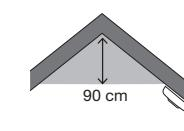

FIGUR 2. Flervänings bostad
**Flervänings bostad:** För att få ett minimiskydd, placera ett larm i trapphuset (entréplan) och ytterligare ett larm ovanför överväningens trappavsvats, samt ett larm i taket i källaren vid foten av trappan. Detta täcker källarväningen men inte krypgrund och oinredda vindsutrymmen. Se exempel i figur 2.